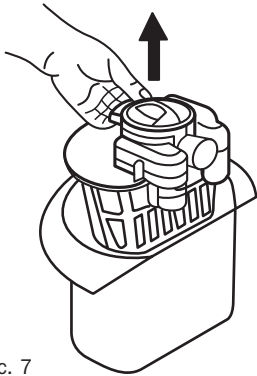

Рис. 7
3. Придерживая за ручку, извлеките фильтрационный модуль с бумажным мешком (панель, корзина, стопор, внутренний фильтр и бумажный мешок) (рис. 7).